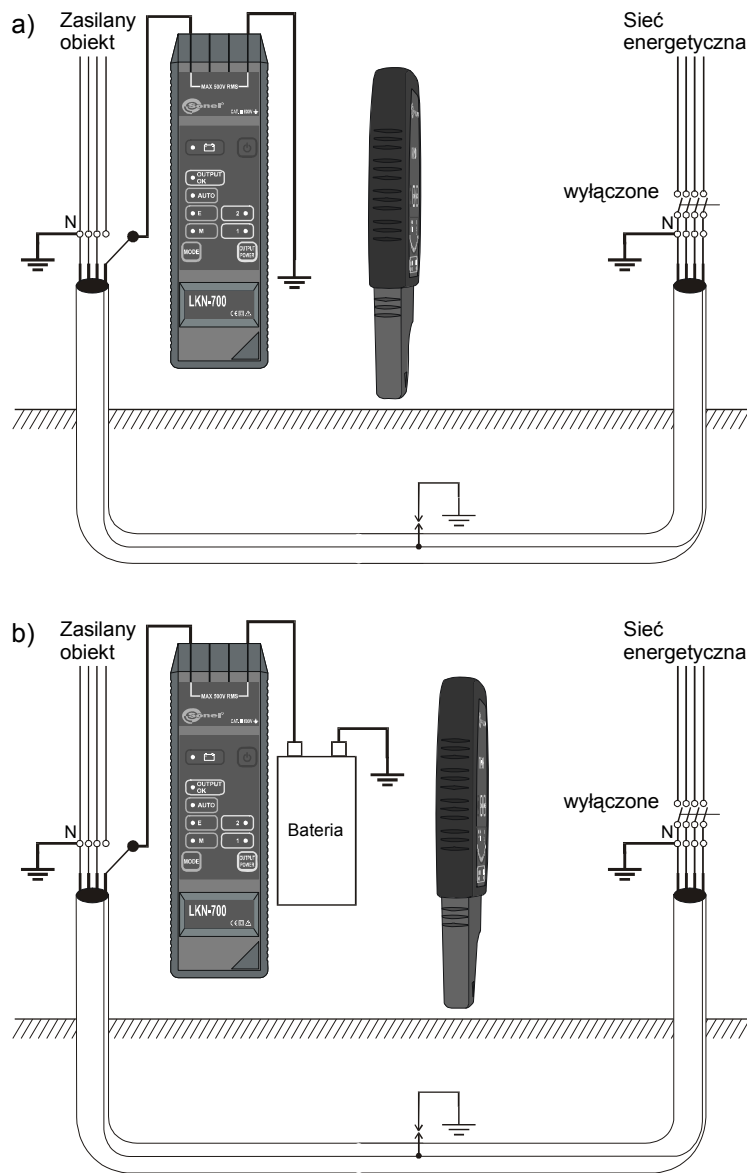

Рис.24 Поиск места пробоя кабеля на землю
- Соединить одно из гнезд **1**, **2** передатчика к заземлению, другое – к отключенному фазному проводнику (Рис.24.а);
При большом сопротивлении проводника напряжение, создаваемое передатчиком, может быть недостаточным для необходимой величины тока: 10mA, 20mA или 40mA (диод **9** „OUTPUT OK” не светится). Нужно между передатчиком и одним из проводов включить дополнительный источник питания с достаточно высоким напряжением (Рис.24.б) и изменить режим работы передатчика на «токовый» „M”. В схеме с рис. 24.а можно также применить «силовой» режим „E”, помня об установлении режима работы приемника на «токовый» „M”.